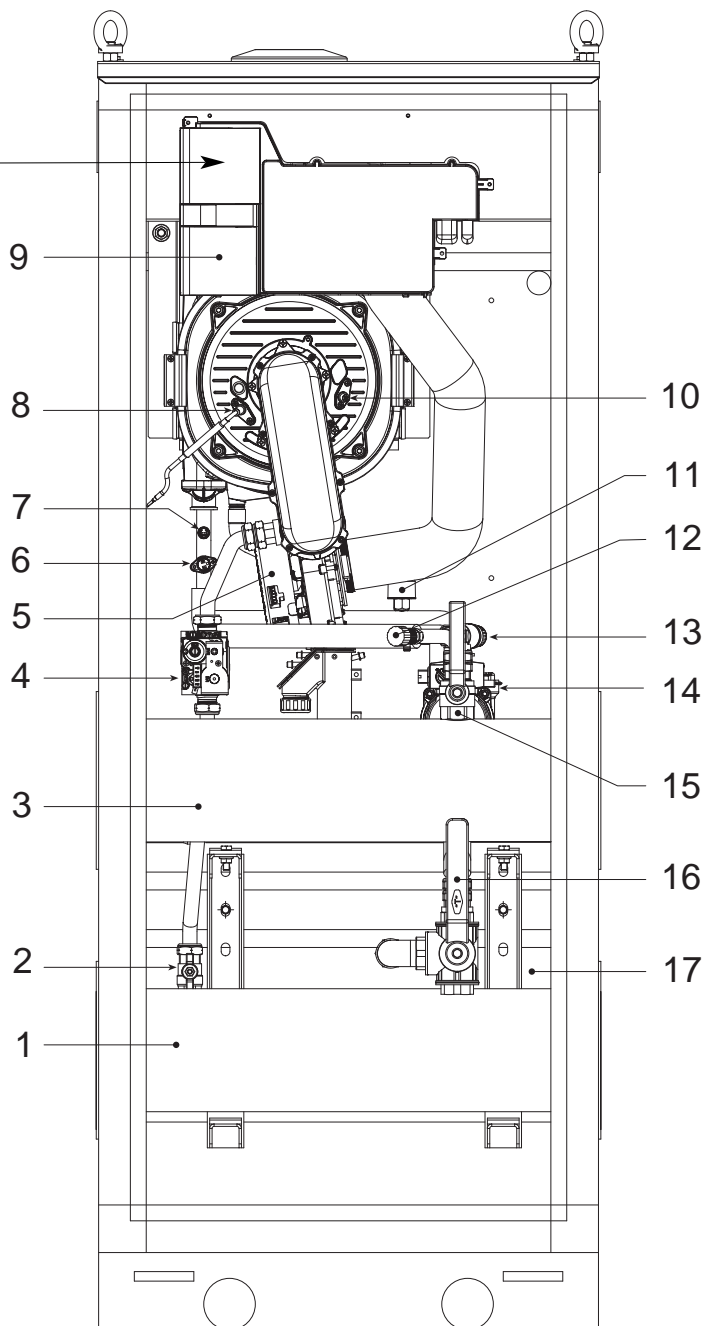

Fig. 3
1.5 COMPONENTI PRINCIPALI SINGOLO MODULO (fig. 3)